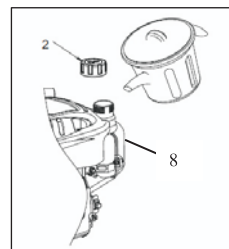

Fig. 5
1. Remova a tampa do combustível (2).
2. Acrescente o combustível até ao limite do nível de combustível no gargalo do tanque de combustível (8). (Ver Fig. 5)
5. Capacidade (8) do tanque de combustível: 1.2L